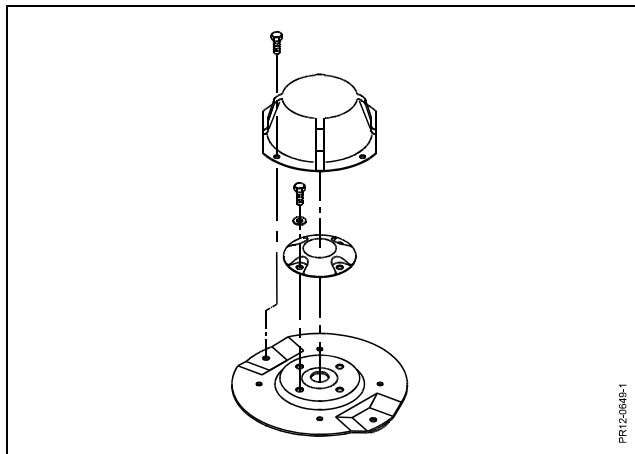

Fig. 3-6
- Fig. 3-6** For at sikre at maskinen afleverer en samlet afgrødestreng bag maskinen, er der på endeskiverne monteret en flowforstærker, kaldet en hat, som optimerer materialeflowet hen over skivebjælken. De to hatte skal sikre, at afgrøden transporteres den rigtige vej rundt om skiven (ind mod midten) og hen over bjælken.